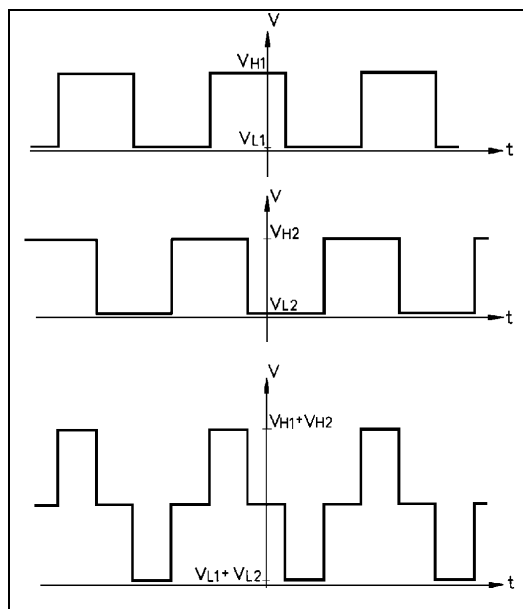

Figura 15: Señales del codificador
- Use un osciloscopio para verifica las señales (P 0 y P 1) recibidas desde los dos fototransistores del codificador. La figura 15 muestra la señal de dos los canales del codificador (P 0 y P 1) con respeto al eje del tiempo. Las señales deben ser ondas cuadradas limpias: